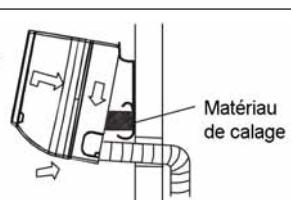

FIGURE 11
- Remarque :** En plaçant un matériau de calage entre l'unité intérieure et la paroi, le placement du raccordement est plus facile (voir Figure 11). Retirez le MATÉRIAUX de calage lorsque le raccordement est terminé.